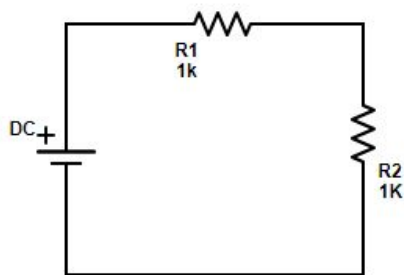
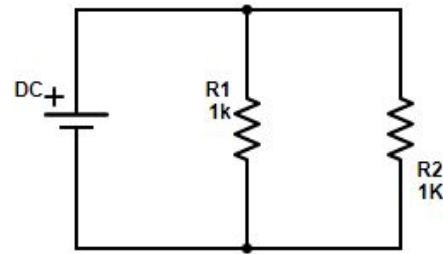

Figura 12.2: Esquemático de un circuito en serie.
Figura 12.3: Esquemático de un circuito en paralelo.
Los resistores en un circuito pueden conectarse en *serie* o en *paralelo*. Cuando dos resistores se conectan en serie se ubican uno detrás de otro, de modo que la corriente que las atraviesa es la misma, y sus voltajes son proporcionales a sus valores de resistencias. Este caso se muestra en la figura 12.2. Por otro lado, cuando dos resistores se encuentran en paralelo estos se ubican en ramas alternas del circuito, de modo que las corrientes que pasan por cada una son inversamente proporcionales a sus valores de resistencia, pero la caída de voltaje sobre cada uno es igual. Este caso se muestra en la figura 12.3.
- \* Construya un circuito con los 2 resistores escogidos en serie como se ilustra en la figura 12.2. Calcule la resistencia equivalente del circuito usando la ecuación (12.2) e ingrese el valor en la casilla **R\_serie**.
- \* En LoggerPro, configure una gráfica para que grafique los datos de voltaje (V) contra corriente (I) que irá tomando durante este montaje.
- \* Repita para una configuración con sus 2 resistores conectados en paralelo como se ilustra en la figura 12.3. Calcule la resistencia equivalente del circuito usando la ecuación (12.3) e ingrese el valor en la casilla **R\_paralelo**.